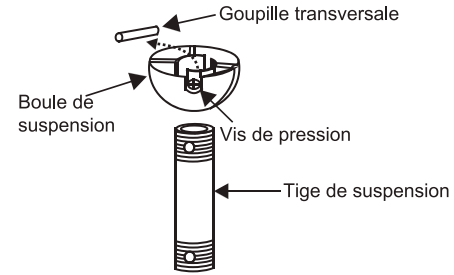

Fig. 9
Étape 6. Retirez la boule de suspension de la tige de fixation en desserrant la vis de blocage, en dévissant et en retirant la goupille transversale et en retirant la boule de la tige (Fig.9).